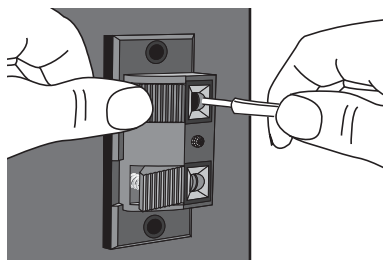

figure 5
3. Insérer le fil dénudé (**figure 5**).